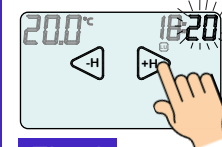

Fig. 4
**MINUTI:** premere la zona touch dei **MINUTI** e con i tasti  $\triangle -H$  o  $\triangle +H$  impostare i **MINUTI** (Fig. 4).